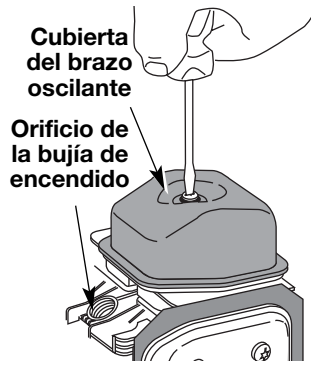

Fig. 36
7. Limpie la suciedad de alrededor de la cubierta del brazo oscilante. Saque el tornillo que sostiene la cubierta del brazo oscilante con un destornillador grande de vástago plano o con una broca Torx T-25 (Fig. 36). Saque la cubierta y la junta del
- El pistón se encuentre en la parte superior de su recorrido mientras mira dentro del orificio de la bujía de encendido (Fig. 36).